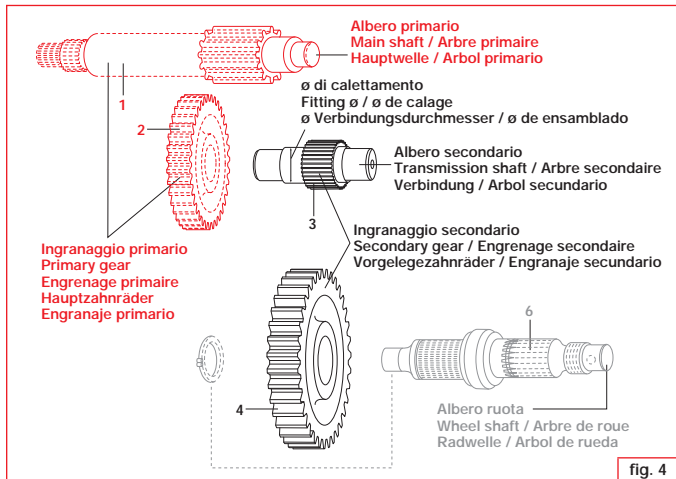

fig. 4
Sbloccare gli ingranaggi 2 e 3 **fig. 4** servendosi di una bussola con l'ausilio di una pressa o di una morsa robusta e rimontare il nuovo ingranaggio usando lo stesso sistema all'inverso. **(6714530 e 6714748 ESCLUSI)**
- In alcuni casi la ruota dentata finale 4 **fig. 4** viene montata sull'asse ruota 6 **fig. 4** piantandola con interferenza. In questo caso bisogna smontare la ruota posteriore dello
Free the gears 2 and 3 **fig. 4** using a bushing together with a press or a resistant vice and assemble the gear with the same but inverse proceeding. **(EXCEPT 6714530 and 6714748 )**
- In some cases, the final gear-wheel 4 **fig. 4** is installed on the axis of gear-wheel 6 **fig. 4**, secured with resistance. In this case, remove the scooter rear wheel, withdraw the wheel
Débloquer les engranages 2 et 3 **fig. 4** à l'aide d'une douille et d'une presse ou d'un étai solide, et remonter le nouvel engrenage en utilisant le même système en sens inverse. **(6714530 et 6714748 EXCLUS)**
- Dans certains cas, la roue dentée finale 4, **fig. 4**, est montée sur l'axe de la roue 6, **fig. 4**, plantée avec interférence. Dans ce cas, il faut démonter la roue arrière du scooter, retirer
Die Zahnräder 2 und 3 **fig. 4** mit einer Buchse unter Zuhilfenahme einer Presse oder eines robusten Schraubstocks entlocken und die neuen Zahnräder in umgekehrter Reihenfolge wieder einbauen. **(AUSGENOMMEN 6714530 und 6714748)**
- In einigen Fällen wird das Endzahnrad 4 **fig. 4** mit Übermaß auf die Radachse 6 **fig. 4**
Desbloquear los engranajes 2 y 3 **fig. 4** usando un casquillo con el auxilio de una prensa o de una morsa robusta y remontar el nuevo engranaje usando el mismo sistema al contrario. **(ESCLUIDOS 6714530 y 6714748)**
- En algunos casos la rueda dentada final 4 **fig. 4** viene montada sobre el eje ruota 6 **fig. 4**